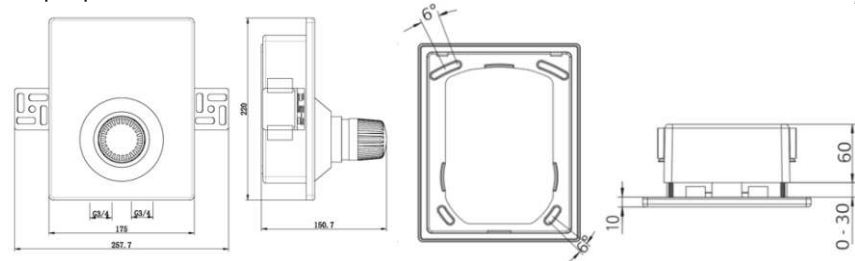

Рис. 2
- 6.1. Для установки монтажного комплекта в стене или перегородке необходимо подготовить нишу, исходя из размеров монтажного комплекта (рис. 2), а также прорезать штробы для подводящего и отводящего трубопроводов, и, при необходимости, каналы для проводов сервопривода или импульсной линии термочувствительного элемента.